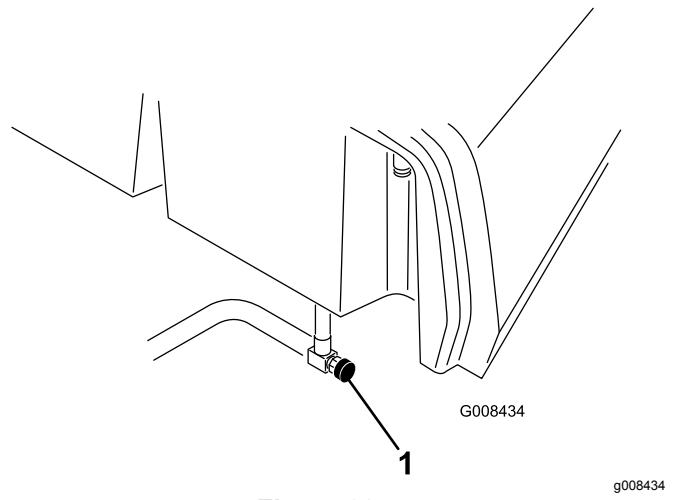

Figure 38
1. Fermez le robinet d'arrivée de carburant (Figure 38) situé au-dessous du réservoir de carburant.